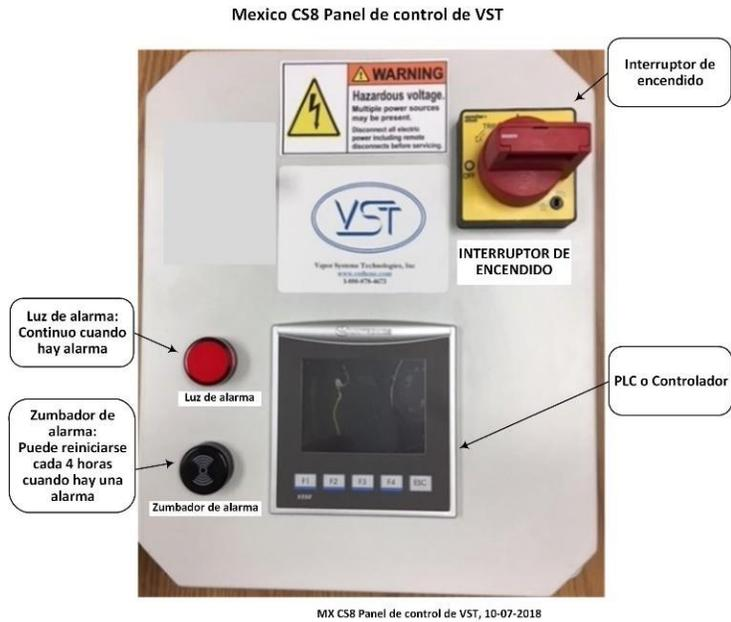

Figura 4-1: Panel de control México CS8 de VST, vista frontal
- El panel de control de VST está diseñado para manejar las funciones de la GREEN MACHINE en función de la presión del vapor del UST. La **Figura 4-1** muestra la parte frontal del panel de control con los siguientes elementos: